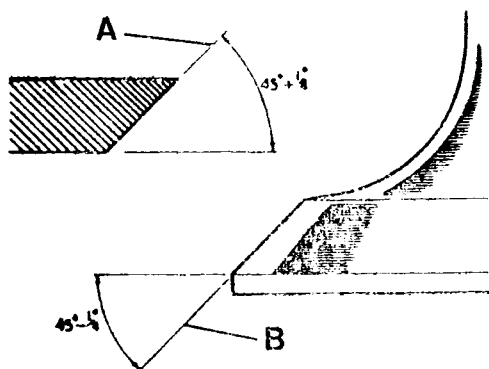

Fig. A3-53 Angulo de asiento en válvulas y culata
- 2.6. Con el equipo apropiado, verificar los asientos de las válvulas en la culata, siendo la inclinación correcta $45^\circ + 1/4^\circ$ tanto para admisión como para escape A (Fig. A3-53).
- 2.7. La inclinación correcta de los asientos de las válvulas tanto para admisión como para escape, es de $45^\circ - 1/4^\circ$, B (Fig. A3-53).
- 2.8. Se llevará a cabo el rectificado de los asientos de las válvulas en la culata, con el equipo apropiado, teniendo en cuenta que dicho ángulo es el, A, citado en la Fig. A3-53.